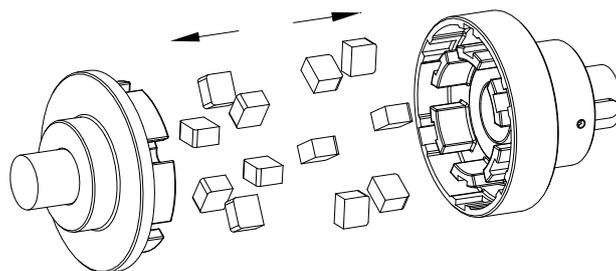

Figura 10: Montaggio dei pezzi in elastomero
- Inserire i pezzi in elastomero nell'elemento a settori frontali o a tasca (vedere la figura 10).